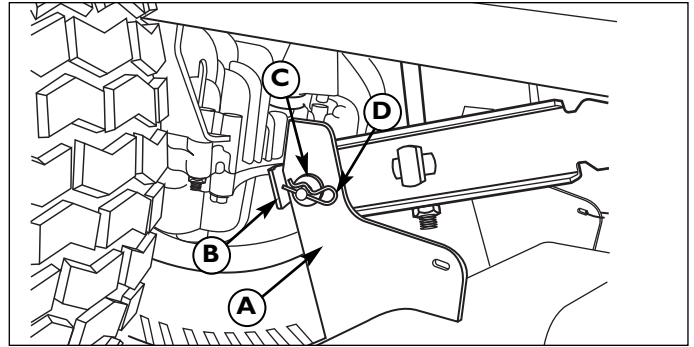
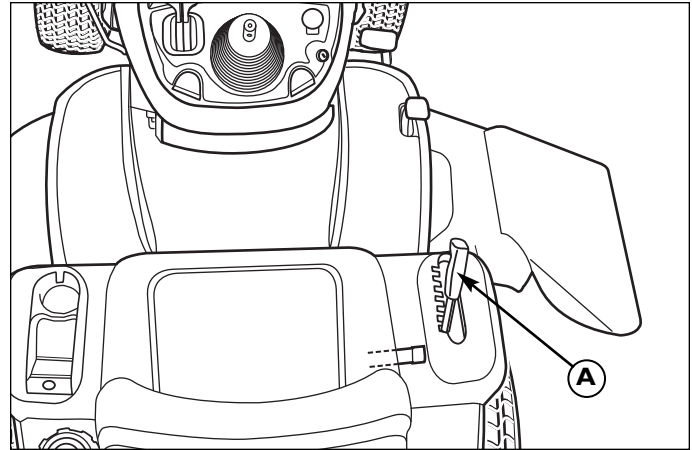

Figura 4. Brazos de elevación (Vista desde abajo del lado derecho del tractor)
Figura 7. Cómo subir y bajar el cortacésped
4. Retire la horquilla (D, Figura 4) y la arandela (C). Desconecte las placas elevadoras del cortacésped (A) de las palancas elevadoras del tractor (B). Vuelva a instalar las arandelas (C) y las horquillas (D) para evitar pérdidas.
2. Coloque el mecanismo de ajuste de altura del cortacésped (B, Figura 7) en la posición de corte más baja. Coloque la palanca elevadora del cortacésped en la posición más baja. Deslice la plataforma del cortacésped bajo el lado derecho del tractor de modo que el enganche del cortacésped quede alineado con el enganche delantero del tractor.
3. Gire las ruedas hasta que queden rectas. Suba el soporte colgante del cortacésped (C). Introduzca la barra (B) en el soporte colgante del cortacésped (C) y los soportes del cortacésped (D). Sujete con la pinza de seguridad (A).
4. Vuelva a instalar las horquillas (D, Figura 4) y las arandelas (C) en las placas elevadoras del cortacésped (A) y en las palancas
La altura de corte del cortacésped se regula mediante una palanca elevadora (A, Figura 7). La altura de corte cuenta con siete posiciones entre aproximadamente 3,2 y 10 cm (1 1/4 pulg. y 4 pulg.).